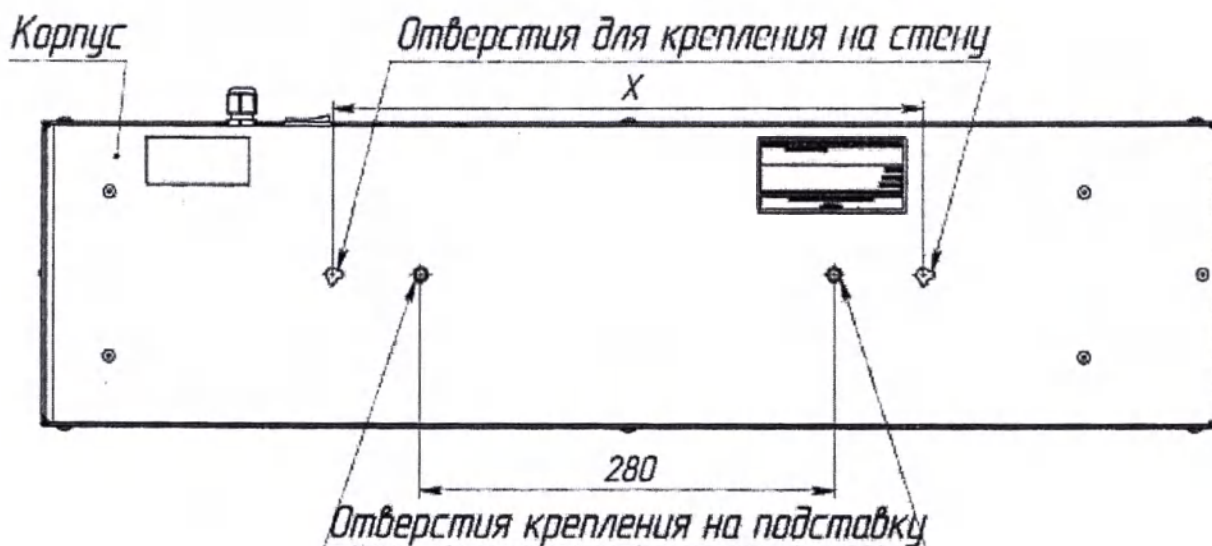

Рисунок 2. Крепление на стену
6.1 Установка облучателя возможна на плоскую горизонтальную поверхность, на стену или на специальную подставку производства «АТЕСИ». Для установки на плоскую горизонтальную поверхность необходимо применить комплект опор производства «АТЕСИ» (комплект опор в состав изделия не входит и приобретается отдельно). Для крепления на стену и подставку на корпусе изделия предусмотрены отверстия (Рис.2).